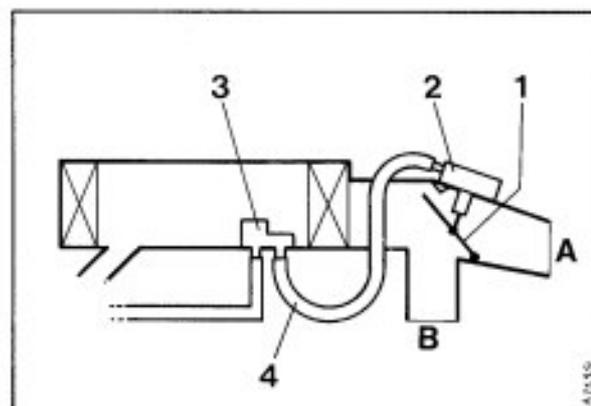

Bild 35 Schema Luftfiltergehäuse
15. ANSAUGLUFTVORWÄRMUNG (Bild 35)
(Bild 35)